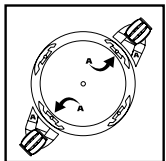

FIGURE 2
3. Avec l'entrée du réservoir face à vous, prenez les pieds de roulette marqués de la lettre **A**, **FIGURE 2**, et insérez-le dans les rainures avant-gauche et arrière-droite, également identifiées par la lettre **A**.